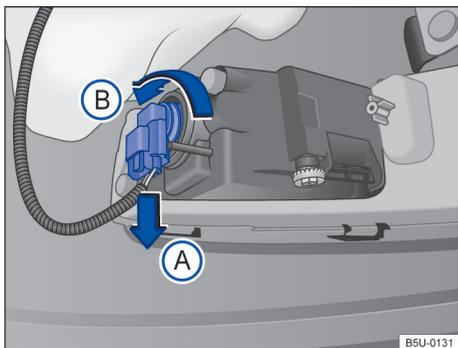

Fig. 133 Atrás do para-choque dianteiro: acesso à lâmpada incandescente do farol de neblina.
2. Desencaixar o conector de alimentação da lâmpada → Fig. 133 no sentido da seta (A), pressionar, ao mesmo tempo, a trava de fixação do conector.
3. Girar o soquete da lâmpada → Fig. 133, no sentido anti-horário da seta (B), e desencaixá-lo do alojamento.